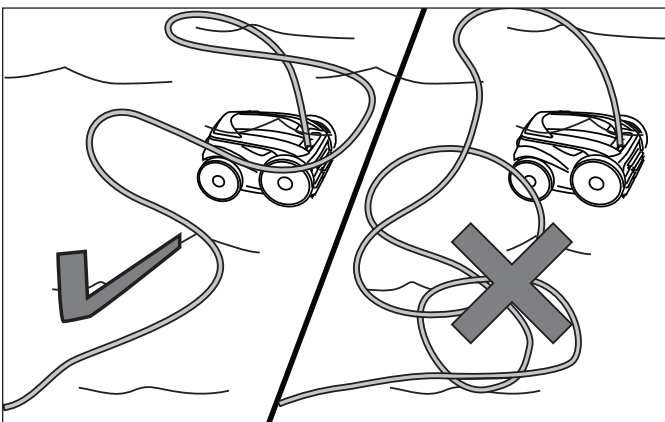

Figura 18. Difundiendo el cable flotador sobre la piscina
3. Difunda el cable flotador sobre la piscina, asegurándose que no este torcido o mal enrollado. Vea la Figura 18.